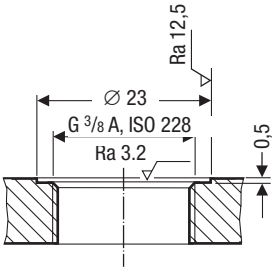

Fig. 3
- La superficie di tenuta sul tronchetto o sulla flangia deve essere lavorata in modo accurato come indicato in **Fig. 3**.
- Prevedere uno spazio di circa **40 mm** tra la parte inferiore dell'elettrodo di misura e la parete della caldaia, tubi di fumo e altre parti metalliche come pure con la sonda di basso livello (LW).
1. Controllare la superficie di tenuta. **Fig. 3**